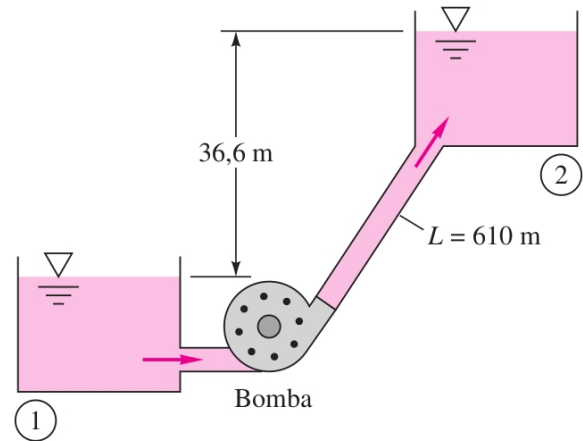

Figura 20: Reservatórios.
**Exercício 23.** Água deve ser bombeada por um tubo de  $610 \text{ m}$  do reservatório 1 para o reservatório 2 a uma taxa de  $85 \text{ L/s}$ , como mostra a figura 20. Se o tubo é de ferro fundido ( $\epsilon = 0,25 \text{ mm}$ ) de  $150 \text{ mm}$  de diâmetro, qual é a potência necessária, em  $\text{kW}$ , para a bomba?